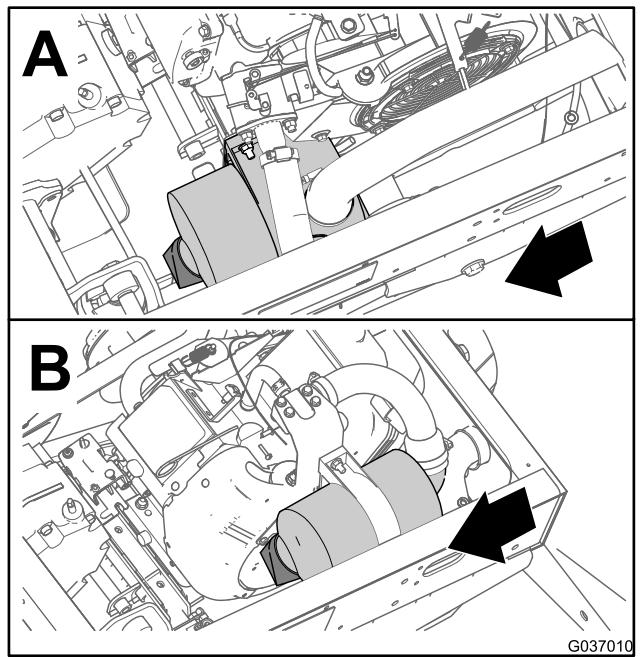
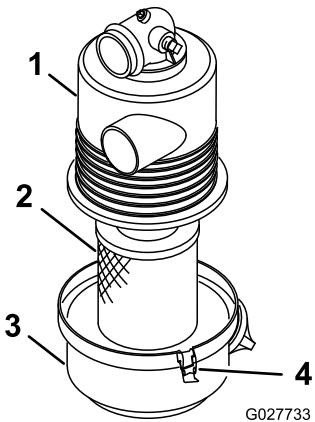

Figura 30
Figura 31
- Controllate il corpo del filtro dell'aria per escludere eventuali danni che possano causare una perdita d'aria (Figura 30 e Figura 31).
3. Rilasciate i fermi che fissano il coperchio del filtro dell'aria al relativo alloggiamento (Figura 31).
4. Separate il coperchio del filtro dell'aria dal relativo alloggiamento e pulite l'interno del coperchio (Figura 31).
3. Inserite l'elemento del filtro dell'aria nel relativo alloggiamento (Figura 31).
4. Allineate il coperchio del filtro dell'aria con il relativo alloggiamento (Figura 31).
5. Bloccate il coperchio sull'alloggiamento con i fermi (Figura 31).